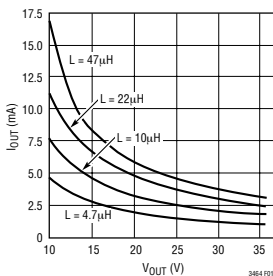
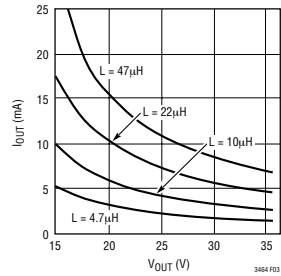

图 1： $V_{IN} = 3.6V$ 时的最大输出电流
图 3： $V_{IN} = 8.4V$ 时的最大输出电流
式中的 V_F 为肖特基二极管前向电压， L_{LIM} 为开关电流限值， t_{OFF} 为开关截止时间， V_{CESAT} 为开关饱和电压。请参见电气规格。图 1 至图 3 示出了由 (2) 式和 (3) 式在采用降低了 20% 额定值的电感器和 LT3464 最差规格情况下得出的最坏情况最大输出电流。还应注意的是，对于某些应用来说，最大输出电流被输出断接电路限制于 25mA。